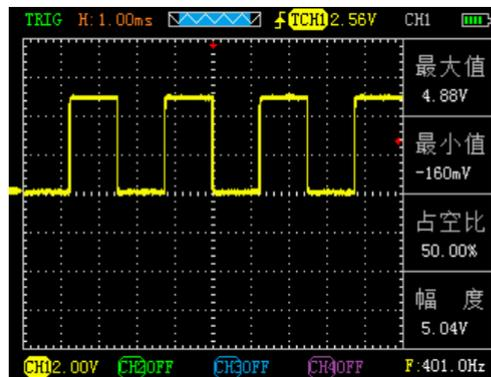

图 2-3
- 未发现信号，则将通道 1 接入一信号，按下“自动”按钮。如图 2-3 所示：